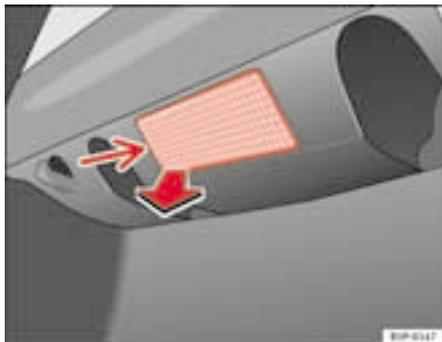

Fig. 163 Luce bagagliaio
- Estrarre il paralume facendo pressione sul bordo della sua parte interna -freccia- aiutandosi con la parte piana di un cacciavite ⇒ fig. 163.